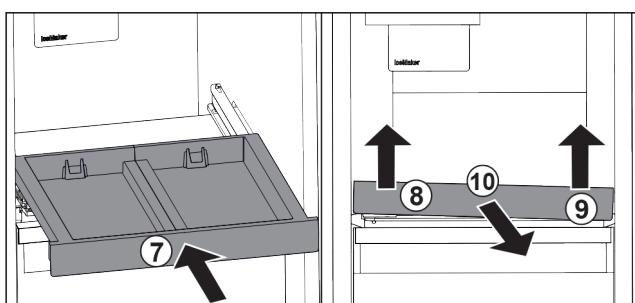

Fig. 31
- Zasuňte vyťahovaciu poličku. Fig. 31 (7)
- Nadvihnite vyťahovaciu poličku vpredu vľavo. Fig. 31 (8)
- Nadvihnite vyťahovaciu poličku vpredu vpravo. Fig. 31 (9)
- Odoberte vyťahovaciu poličku dopredu. Fig. 31 (10)